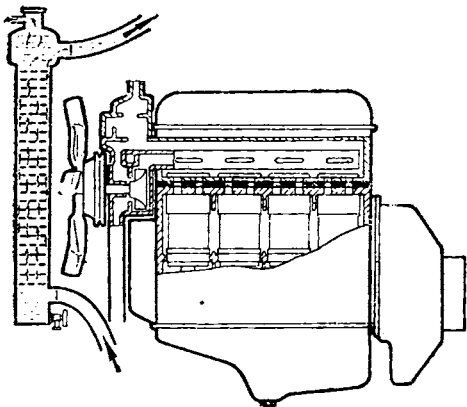

Рис. 48. Промывка радиатора
3. Промойте радиатор струей горячей воды в направлении, обратном циркуляции воды в двигателе, в течение 30 ... 40 мин под напором  $0,5 \text{ кгс/см}^2$  (рис. 48).